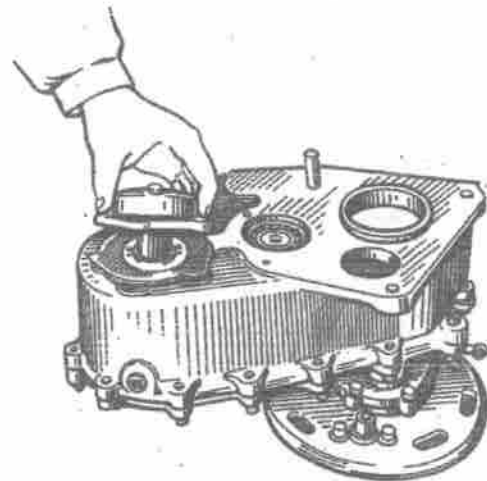

Bild 140. Aufsetzen des Deckels des vorderen Lagers der Antriebswelle der Vorderachse
14. Auf Antriebswelle der Vorderachse Lager aufpressen, Beilage aufsetzen, auf Lager Deckel und Stopfbuchse aufsetzen und mit Schrauben und Federringen befestigen (Bild 140).